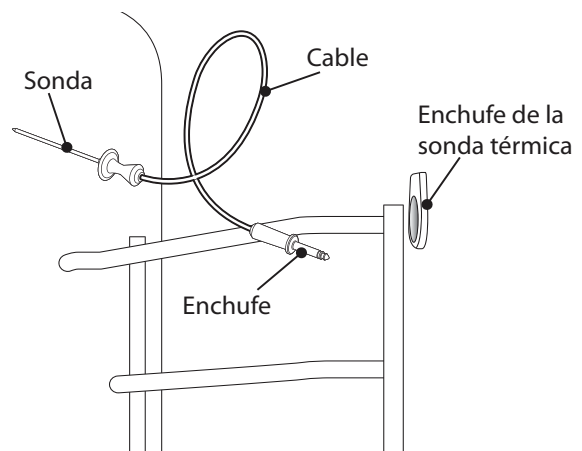

Figura 28: Sonda térmica
1. En la hornilla principal, o en la hornilla secundaria con algunos modelos, localice de la sonda (*Figura 28*).